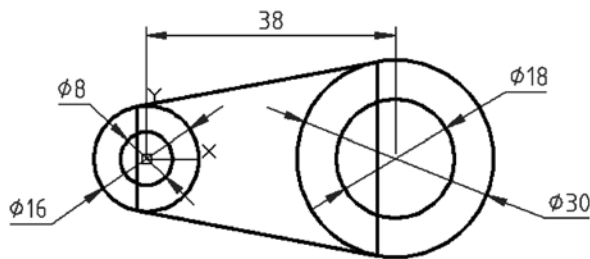

图 10-17 绘制二维剖面
- 3) 绘制二维图形。使用绘图工具绘制如图 10-17 所示的二维剖面，不用标注尺寸。